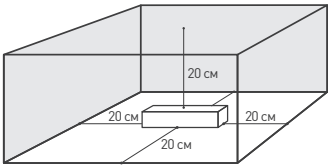
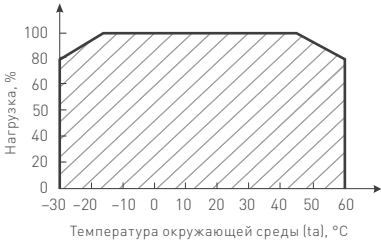

Рис. 2. Свободное пространство вокруг источника
Рис. 3. Максимальная допустимая нагрузка, % от мощности источника
- 4.2. Для соблюдения температурного режима работы обеспечьте не менее 20 см свободного пространства вокруг источника напряжения (рис. 2). При необходимости используйте принудительную вентиляцию. График зависимости мощности источника напряжения от температуры окружающей среды представлен на рис. 3.